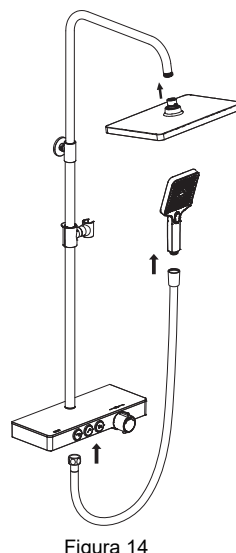

Figura 14
- Conecte la ducha de techo al tubo del brazo (Figura 14).